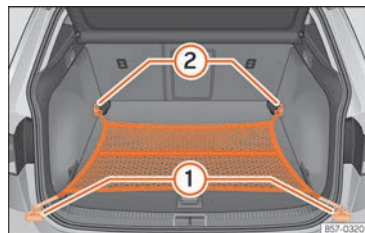

Fig. 175 En el maletero: bolsa de red enganchada a ras del suelo.
- Fije los ganchos de la red en las argollas de amarre »» fig. 175 ① y ② »» ⚠. La cremallera de la bolsa tiene que quedar hacia arriba.